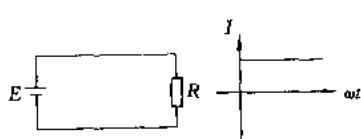

图 1-1 直流电
(13) 直流电：凡大小和方向不随时间变化的电流称为直流电，如干电池等。如图 1-1 所示。